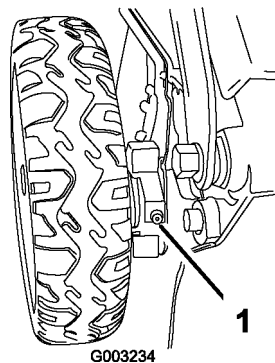

Рисунок 41
1. Протрите детали от масла только в тыловых частях колеса чистой тряпкой (Рисунок 41).